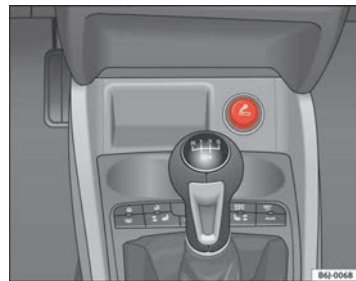

Abb. 83 Zigarettenanznder
- Drücken Sie den Zigarettenanznder ⇒ Abb. 83 zum Einschalten hinein ⇒ **!**.